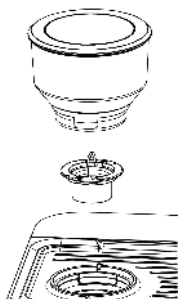
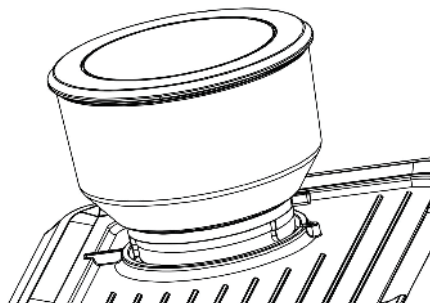

Abb. 1:
Abb. 2:
1. Vor dem Aktivieren der Mahlfunktion stellen Sie sicher, dass alle erforderlichen Teile korrekt installiert sind, indem Sie auf Abb. 1 und Abb. 2 verweisen.
Installieren Sie das Schneidewerk und ziehen Sie es im Uhrzeigersinn fest. Installieren Sie dann den Bohnenbehälter und sichern Sie ihn wie in Abb. 2 gezeigt.